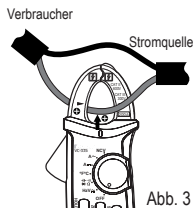

Abb. 3
- Führen Sie ohne Stromleiter und bei geschlossener Stromzange einen Nullabgleich durch. Drücken Sie dazu kurz die Taste **ZERO** (9). Ein Piepton und die Anzeige **< ZERO >** (D) in der LCD-Anzeige bestätigen den Nullabgleich. Jedes kurze Drücken der Taste **ZERO** löst einen neuen Nullabgleich aus. Zum Deaktivieren dieser Funktion halten Sie die Taste **ZERO** für ca. 2 Sekunden gedrückt. Das Symbol **< ZERO >** erlischt. Sie befinden sich dann wieder im Normal-Messbetrieb ohne Nullabgleich.
- Achten Sie bei der Gleichstrommessung auf die korrekte Polarität der Stromzange. Die Polaritätssymbole \oplus / \ominus sind an der Vorder- und Rückseite der Stromzange angegeben. Bei korrektem Anschluss muss das Kabel von der Stromquelle (+) von vorne durch die Stromzange zum Verbraucher führen (Abb. 3).
- Drücken Sie den Zangenöffnungshebel (11), um die Stromzange zu öffnen. Umgreifen Sie den einzelnen Stromleiter, der gemessen werden soll und schließen Sie die Stromzange wieder. Positionieren Sie den Stromleiter mittig zwischen den beiden Dreiecks-Positionssymbolen an der Zange.